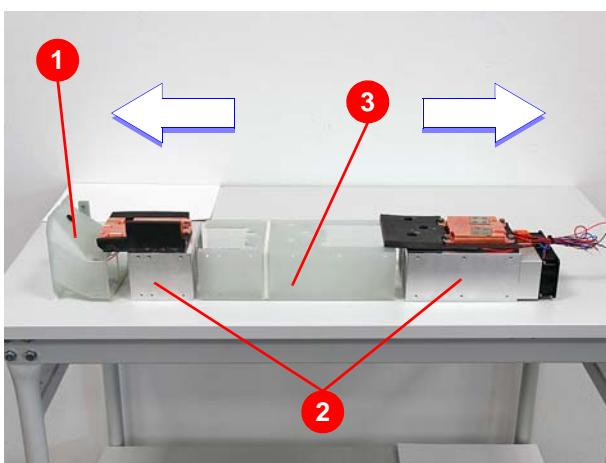

Abbildung 7.197 Demontage Kühlkörper
18. Lüftungskanal (1) (Abbildung 7.197) vom Kühlkörper abschrauben.